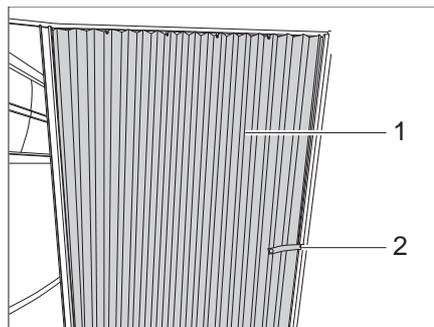

Bild 171 Faltporhang
- Das Sicherungsband (Bild 171,2) lösen.
- Faltporhang (Bild 171,1) in Schließstellung ziehen.
- Faltporhang (Bild 171,1) in die Öffnungsposition führen.
- Faltporhang mit dem Sicherungsband (Bild 171,2) befestigen.